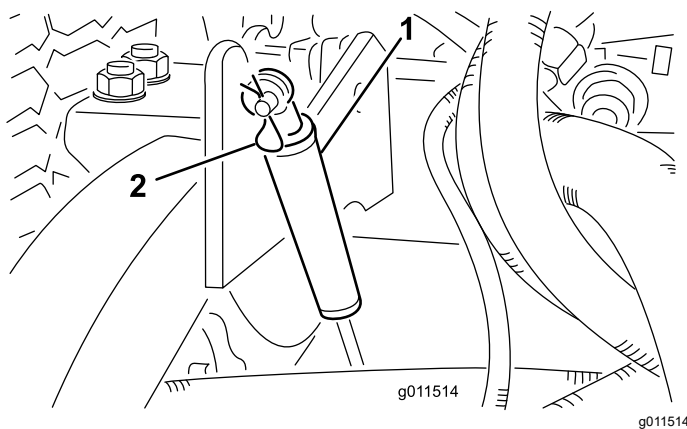

Рисунок 121
2. Снимите шплинт, который крепит демпферы к подъемным рычагам (Рисунок 121).